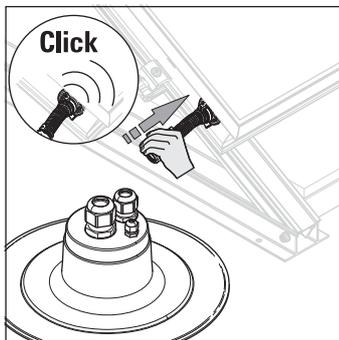

Fig. 3-29 Montar los empalmes de conexión
2. Montar los empalmes de conexión (fig. 3-29).